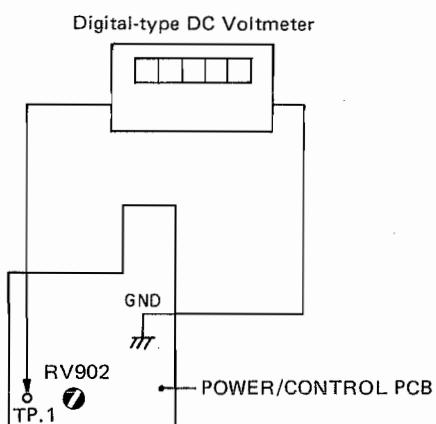

Fig. 4-14
2. Connect the digital-type DC voltmeter to TP.1 on the POWER/CONTROL PCB (See Fig. 4-14).
2. デジタル式直流電圧計をPOWER/CONTROL PCB上のTP.1に接続する(Fig. 4-14参照)